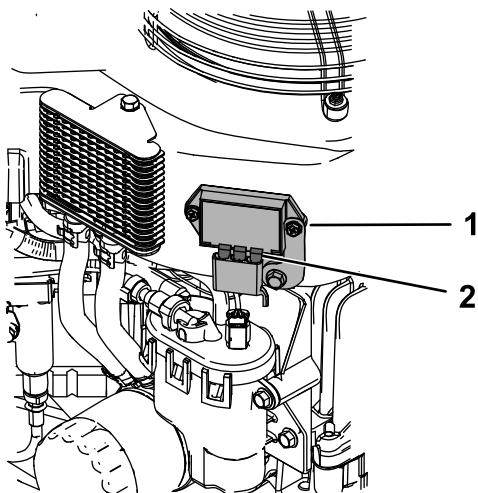

Figure 38
- Graissez légèrement les lames du régulateur de tension (Figure 38).